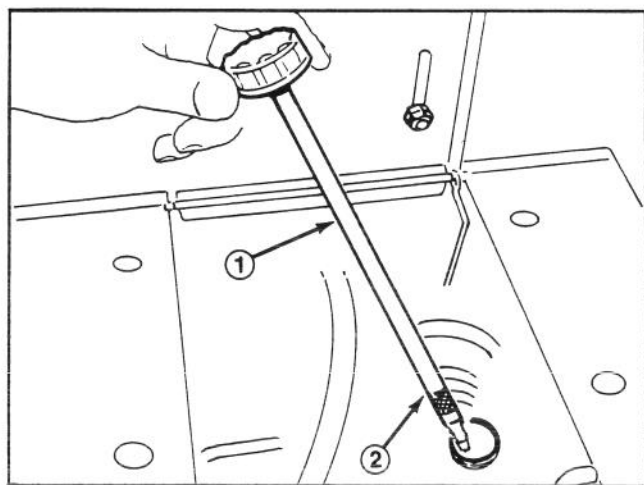

Fig. 1
3. Togliete l'asta di misurazione dal tubo di riempimento (Fig. 1).
5. Versate l'olio lentamente nella coppa (Fig. 1). Per il motore potete utilizzare qualunque tipo di olio detergente di prima qualità validato dalla classifica di servizio SF o SG dell'American Petroleum Institute (API). Scegliete un olio la cui viscosità (peso) sia adatta alla temperatura ambientale prevista.
6. Fate oscillare lievemente il trattore per far uscire l'aria racchiusa nella coppa dell'olio. Avvitare a fondo l'asta di misurazione nel tubo di riempimento, quindi toglietela ed accertate che il livello dell'olio raggiunga il segno di "pieno" FULL, sull'asta (Fig. 1). Se il livello fosse basso, rabboccate fino a raggiungere il segno di pieno.